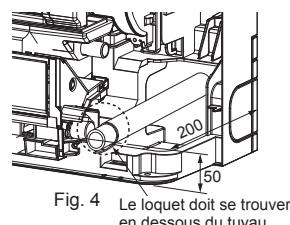

Fig. 4 Le loquet doit se trouver en dessous du tuyau.
- Lors de l'acheminement de la tuyauterie de vidange, veillez à acheminer le tuyau de vidange (1) comme indiqué. (Fig. 4)
- 4) Travaux d'évasement (Fig. 4, 5). Tenez fermement le tuyau de cuivre dans la dimension indiquée dans le tableau. Sélectionnez A mm dans le tableau suivant l'outil que vous utilisez.